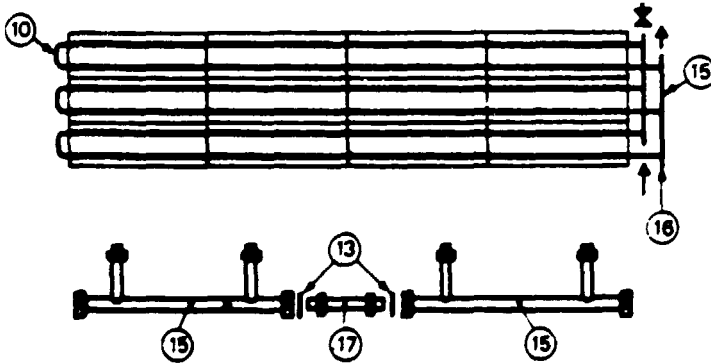

Figure 8
- Les accessoires (fig. 8) sont :
- des boucles d'épingle (10);
- un jeu de collecteurs mâles et femelle, deux ou trois lignes (15);
- des liaisons de collecteur (17) pour les montages ayant plus de trois lignes;
- un bouchon (16) et une purge d'air (non fournie);
- des joints d'étanchéité (13) ADJI 450.